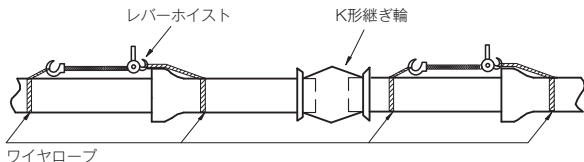

図18 継ぎ輪の前後の配管
- (2) ゴム輪は、折り曲げたりせず箱に入れ、直射日光を避けた場所に保管する。
- (3) 継ぎ輪を使用する場合は、継ぎ輪部のボルト締付けによる管の抜け出しを防止するため、継ぎ輪前後の配管を図18のようにすることが望ましい。